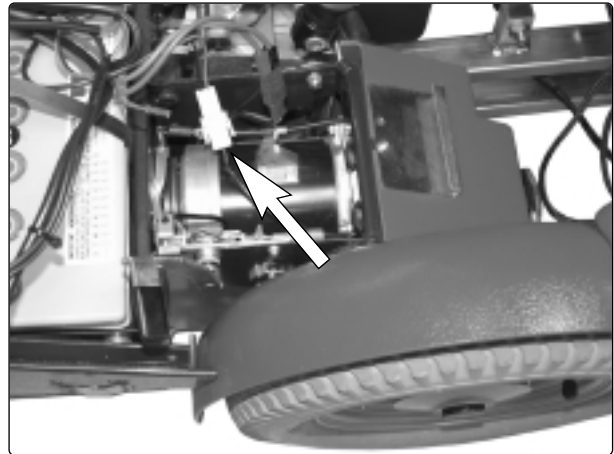

Abb. 23. Anschlusskabel Magnetbremse
5. Schließen Sie das Anschlusskabel der Magnetbremse an, siehe Abb. 23.